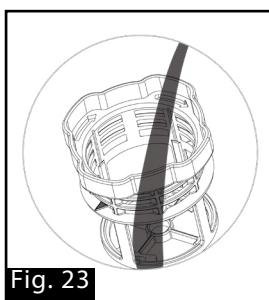

Fig. 23
4. Rincer le filtre du cylindre et le filet filtrant (Fig. 23).